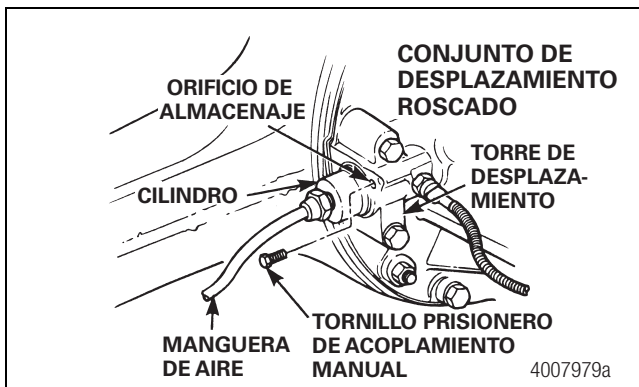

Figura 11.1
- A. Desconecte la manguera de aire del cilindro de desplazamiento. Figura 11.1.
- B. Quite el tornillo prisionero de acoplamiento manual del orificio de almacenaje. El orificio de almacenaje de los conjuntos de desplazamiento roscados está ubicado en la torre de desplazamiento del portadiferencial que se encuentra junto al cilindro. Figura 11.1.
- Instale el tornillo prisionero de acoplamiento manual en el orificio de almacenaje. El orificio de almacenaje de los conjuntos roscados de desplazamiento está ubicado en la torre de desplazamiento del portadiferencial que se encuentra junto al cilindro. Apriete el tornillo prisionero hasta alcanzar una torsión de 15 a 25 lbs-pie (20 a 35 N•m). Figura 11.1.